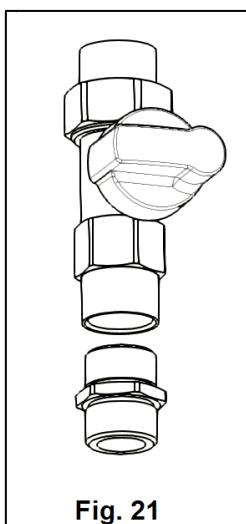

Fig. 21
**15.** Pe corpul principal al robinetului de gaz N se atașează niplul S, etanșarea asigurându-se cu șnur de cânepă (Fig. 21). Ansamblul obținut se montează pe unitate, prin intermediul conexiunii de tip olandez a robinetului N (Fig 22).